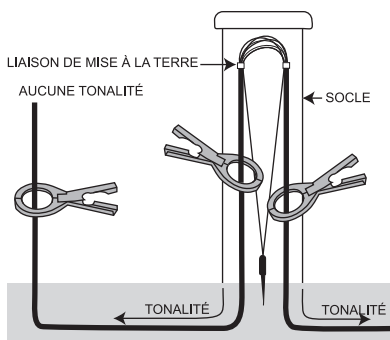

Fig. 10. Points de couplage
L'application du coupleur par dessus la liaison revient à bloquer la tonalité et à empêcher sa transmission au-delà du point de mise à la terre. (Voir fig. 10) On peut contrôler la tonalité en plaçant de façon stratégique le collier dans la direction de l'émetteur.
3. **Couplage près de l'extrémité :** Pour fournir une tonalité à partir de l'extrémité d'un câble, il faut appliquer une liaison sur l'extrémité du câble ou mettre l'extrémité à la terre. (Voir fig. 10)